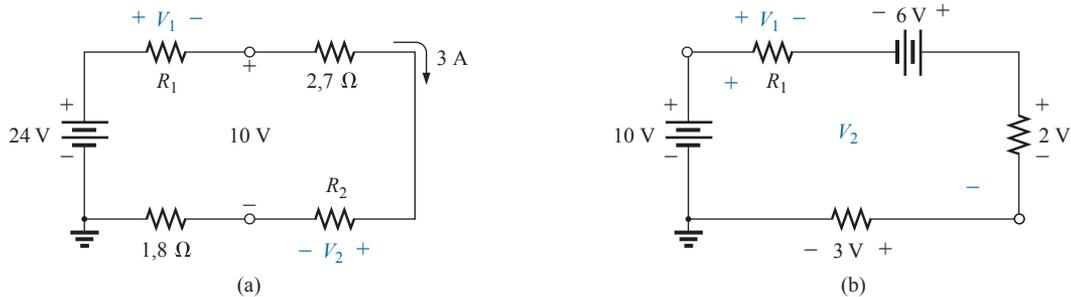

Figura 5.108 Problema 24.
24. Usando a lei de Kirchhoff para tensões, descubra as tensões desconhecidas para a configuração na Figura 5.108.